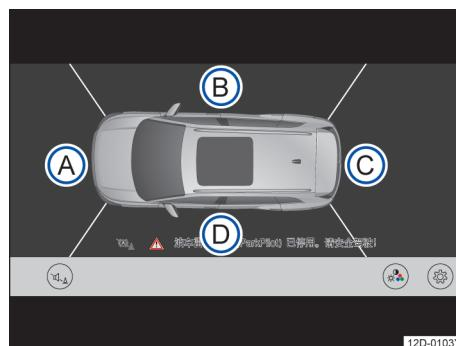

图 129 全景摄像系统显示：鸟瞰图
→ 图 129 的图例：
→ 图 129。通过点击汽车区域可以选择鸟瞰图。
通过点击鸟瞰图→图 129 (A) 至 (D) 的各个区域或微型鸟瞰图，可以选择相应的摄像头图像显示。